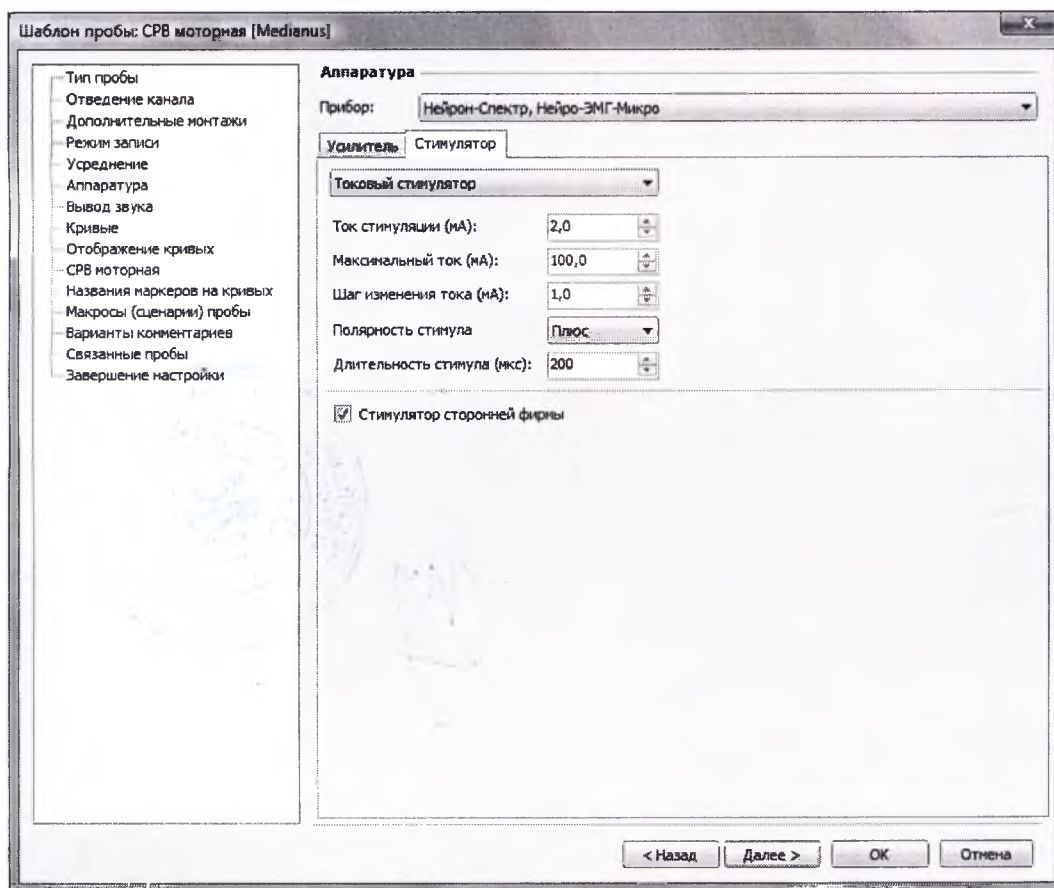

Рис. 17. Окно запуска регистрации от внешнего стимулятора
3. Запустите программу «Нейро-МВП.NET», выполните команду меню **Настройка|Шаблоны проб|Настройка**, выберите необходимый шаблон пробы, нажмите кнопку «Изменить» и на странице «Аппаратура|Стимулятор» установите флажок «Стимулятор сторонней фирмы» (рис. 17). Этот шаг достаточно выполнить один раз для каждого шаблона, где планируется использовать внешний стимулятор. Если вы не желаете менять шаблон, то следует создать пробу и сделать аналогичные настройки в ней.
Обратите внимание, что флажок «Стимулятор сторонней фирмы» (рис. 17) должен быть сброшен (очищен)!